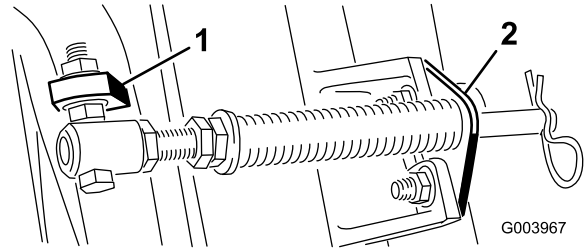

Figura 6
- B. Rimuovete il dado flangiato che fissa il bullone del tubo della molla all'aletta del telaio portante (Figura 6). Rimuovete il gruppo.
Nota: Posizionate la testa del bullone sul lato esterno dell'aletta, come illustrato nella Figura 6.
- D. Montate la staffa dell'asta sulle alette degli elementi di taglio usando i bulloni a testa tonda e i dadi (Figura 6).